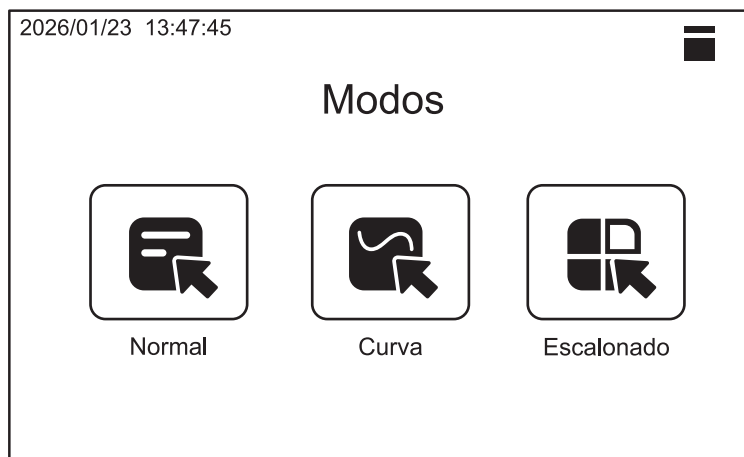

Figura 9.
a) Pulse el botón “**Modos**” para abrir la ventana de selección de Modo (Figura 9).